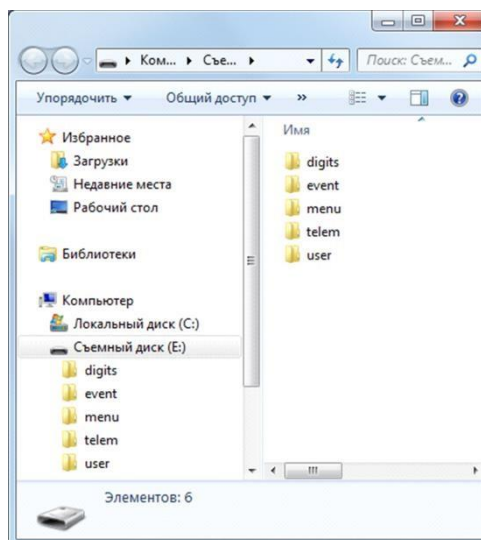

Рис. 10.3. Структура файлов контроллера
4. В окне Автозапуск выберите *Открыть папку для просмотра файлов*. В результате откроется окно, отображающее структуру файлов контроллера (рис. 10.3).